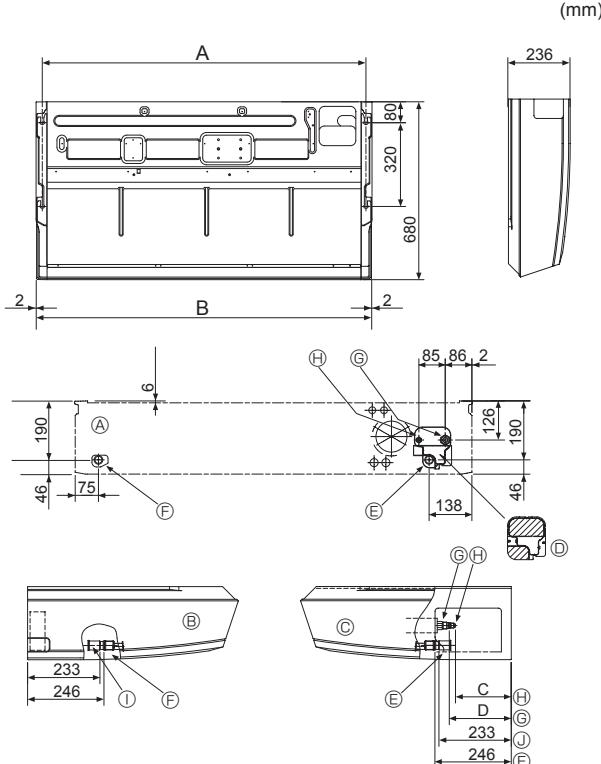

Fig. 3-2
①	Pakning	4 stk.
②	Rørafdfækning	1 stk. stor størrelse (til gasrør)
③	Rørafdfækning	1 stk. lille størrelse (til væskerør)
④	Bånd	4 stk.
⑤	Samlemuffe	1 stk. mærket "UNIT"
⑥	Muffedække	1 stk.
⑦	Draenørsafdækning	1 stk.
⑧	Konisk møtrik	1 stk. ø6,35 (Kun M60)
3.2. Forberedelse til installation (Fig. 3-2)